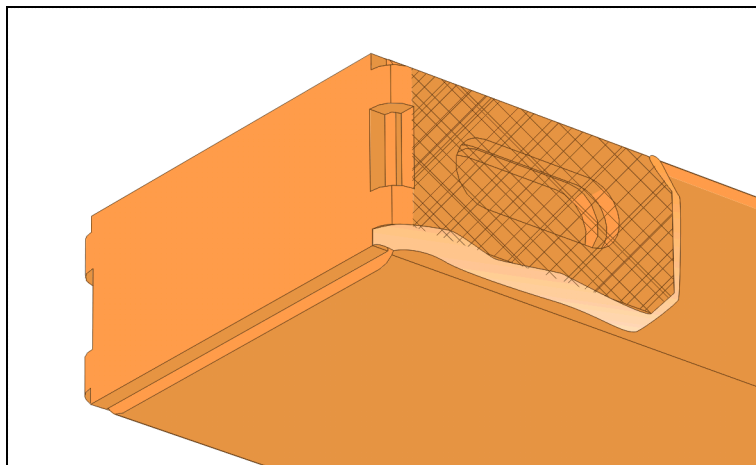

Figure 3: Cradle Tubing Mounting Surface
22. Si vous sentez une interférence de la soudure du tube l'insertion de la cale, il sera peut-être nécessaire de la meuler légèrement avec un disque à tronçonner mince pour avoir une surface uniforme. (Figure 3)